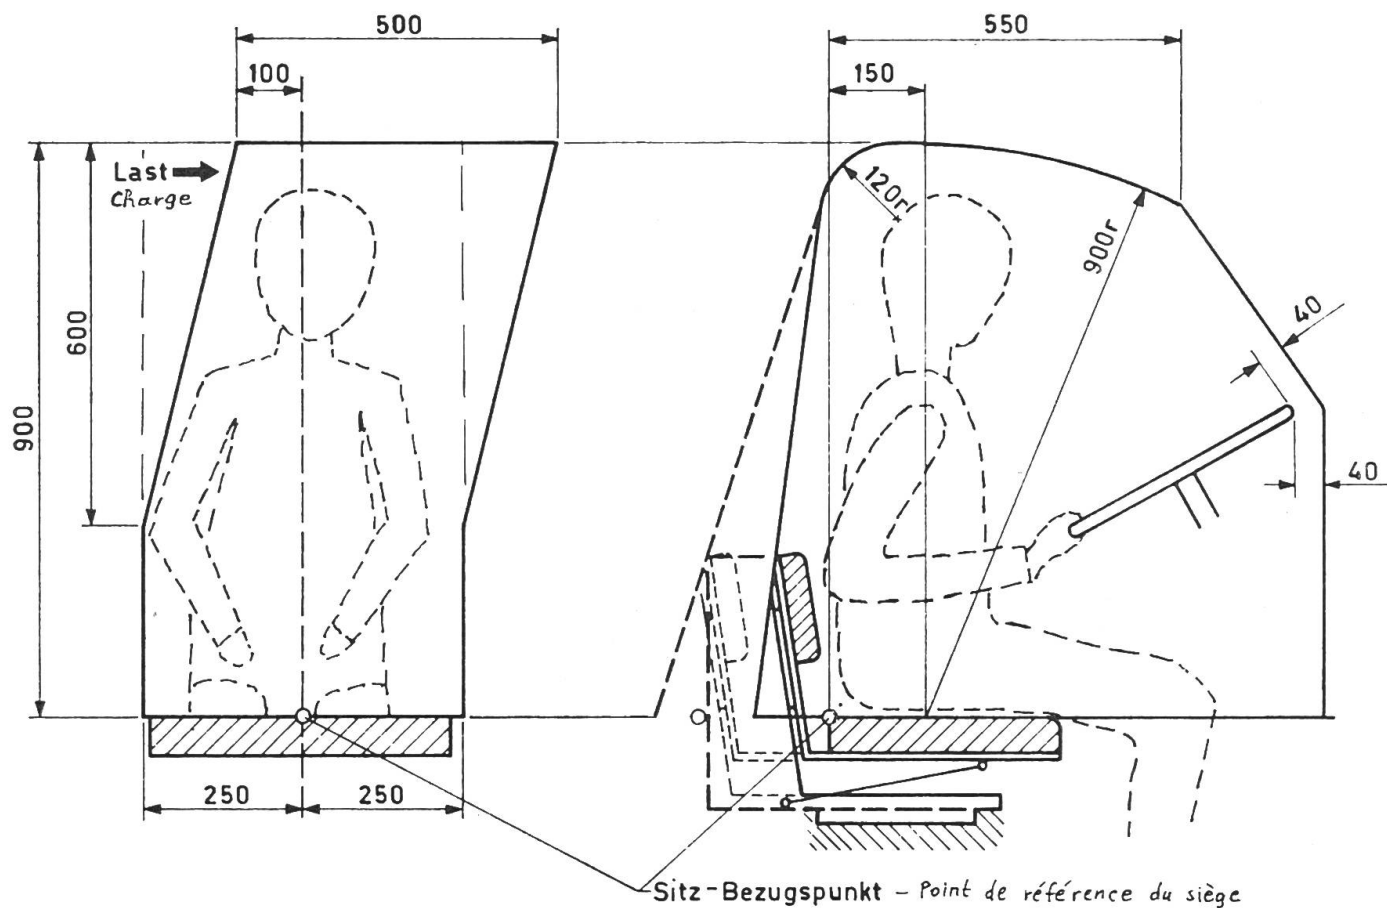

Abb. 3: Freiraum (Schutzzone) für den Fahrer (alle Masse in Millimetern).
- Die Ueberdimensionierung der Schutzvorrichtungen ist ebenso unerwünscht wie die Unterdimensionierung, da sie bei Umsturzunfällen zu höheren Spannungsspitzen in den Verbindungsteilen führen kann. Die Verformung darf dabei nur so weit gehen, dass der *vorgeschriebene Freiraum* gewährleistet ist, das heisst, dass der nötige Schutzraum bei einem allfälligen Umsturz für den Fahrer erhalten bleibt (Abb. 3).
Freiraum (Abb. 3) in einer *Höhe* von 900 mm gewährleistet ist. Die *Innenbreite* des Rahmens über dem Fahrersitz als Betätigungsraum ist ebenfalls zu berücksichtigen. Anzustreben ist ein Mass von mindestens 600 mm.